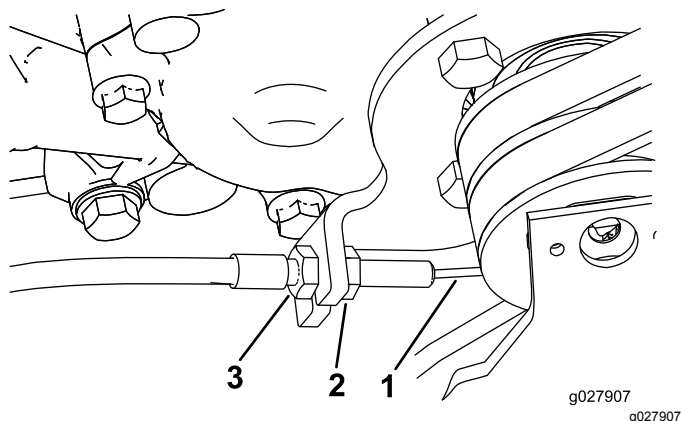

Figura 44
3. Per eliminare l'allentamento dal comando della trazione, allentate il controdado del cavo anteriore e serrate il controdado del cavo posteriore (Figura 44) fino a eliminare ogni allentamento.